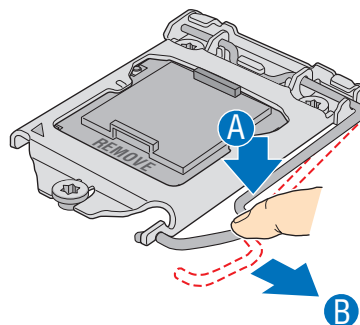

Abbildung 6. Prozessorhalterung öffnen
7. Drücken Sie den Sperrhebel am Prozessorsockel nach unten. Halten Sie den Hebel nach unten gedrückt, und schieben Sie ihn gleichzeitig weg vom Sockel, damit er sich vom Haken löst. Öffnen Sie den Sperrhebel vollständig. Siehe Abbildung 6.